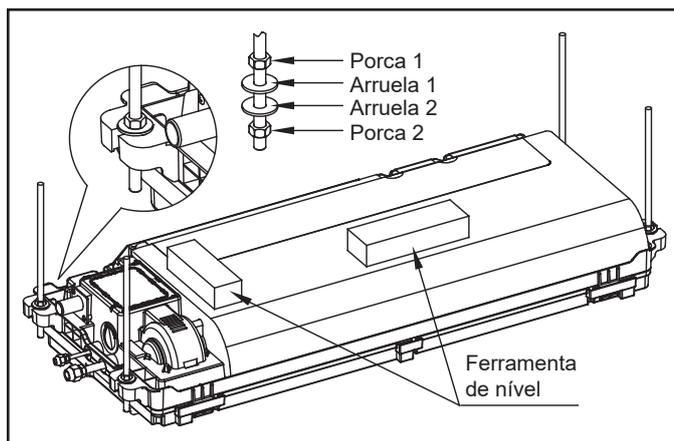

FIG. 21
- Fixe a unidade nas hastes de suspensão e utilize uma ferramenta de nível (nível de bolha) para nivelar corretamente a unidade (Fig. 21).
- Depois de ajustar a altura e verificar se a unidade está nivelada, utilize as quatro arruelas e porcas 1 para fixar com segurança a unidade nas hastes (Fig. 21).